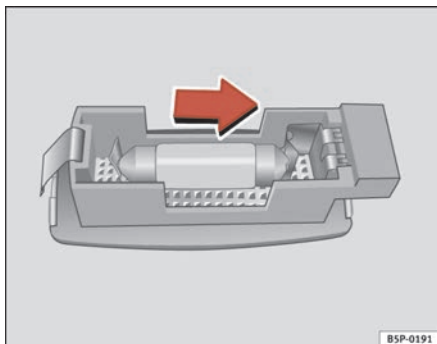

Fig. 203 Desmontaje luz del parasol
- Retire la luz con cuidado, utilizando el destornillador por su parte plana, tal como indica la figura. ⇒ fig. 203.
- Retire la lámpara, moviéndola en el sentido de la flecha y hacia afuera. ⇒ fig. 203 ■